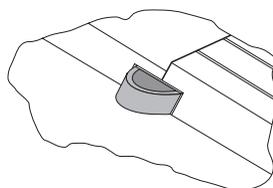

fig. 17
- Desloque o ferrolho para além do ponto de pressão até ao extremo (fig. 17).